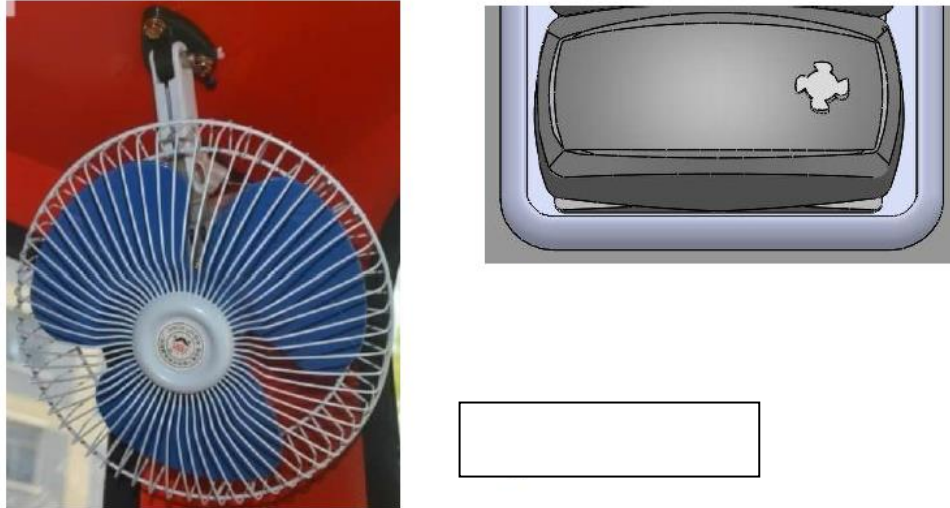

Рис. 4-2-9
9. Вентилятор и выключатель вентилятора (см. Рис. 4-2-9) используются для охлаждения водителя в жаркую погоду.